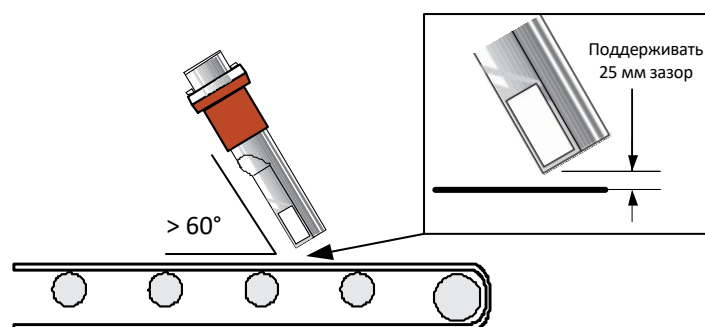

Рисунок 11: Датчик Hydro-Probe, расположенный под углом 45° для уменьшения скопления материала на датчике
- Корпус датчика Hydro-Probe можно установить под углом от 90° до 60° к конвейерной ленте, чтобы уменьшить скопление материала на датчике. Важно поддерживать угол 45° к потоку материала и зазор 25 мм до конвейерной ленты, см. Рисунок 11.